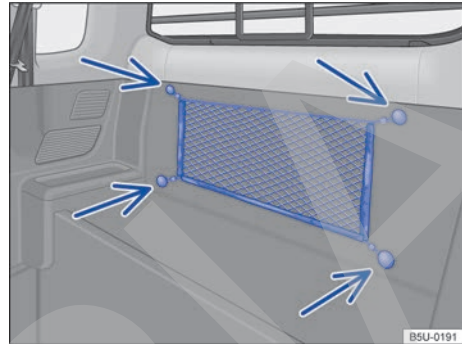

Fig. 135 En el compartimento interno de equipaje: red para cargas livianas.
- Sujetar los ojalos de la red en los fijadores → fig. 135 (flechas) existentes en el maletero.